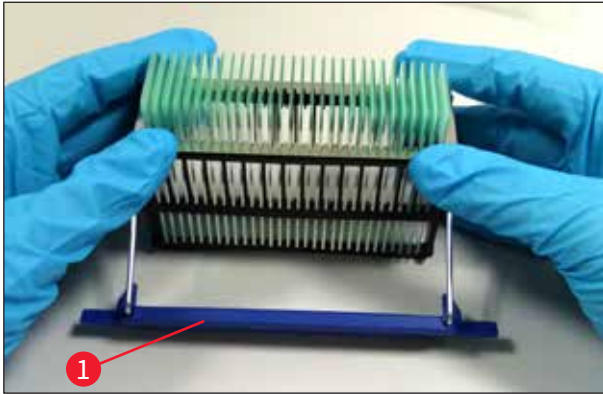

图 35
3. 将夹具小心地放在样品载玻片上方, 注意每个夹具槽中只能放置一个样品载玻片 (→ 图 35)。
5. 使用双手同时小心地按下夹具, 直至其卡入到位 (→ 图 35)。